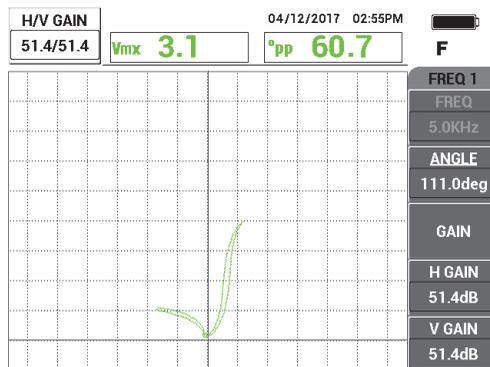

Рис. 5-186 Настройка усиления
5. Нажмите клавишу **GAIN (dB)**, и увеличьте усиление, так чтобы сигнал от отверстия достигал 4 вертикальных деления в высоту. Нажмите клавишу **FREEZE** (❄) для получения сигнала (см. Рис. 5-186 на стр. 274).